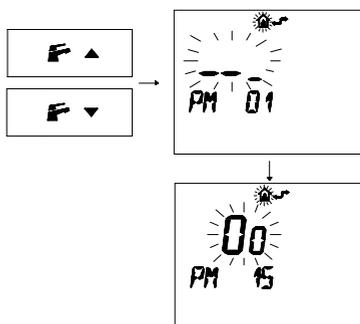

Figura 5.38
- Premere i pulsanti **F**▼ o **F**▲ per visualizzare la programmazione "**PM15**" abilitazione della sonda esterna (Figura 5.38)